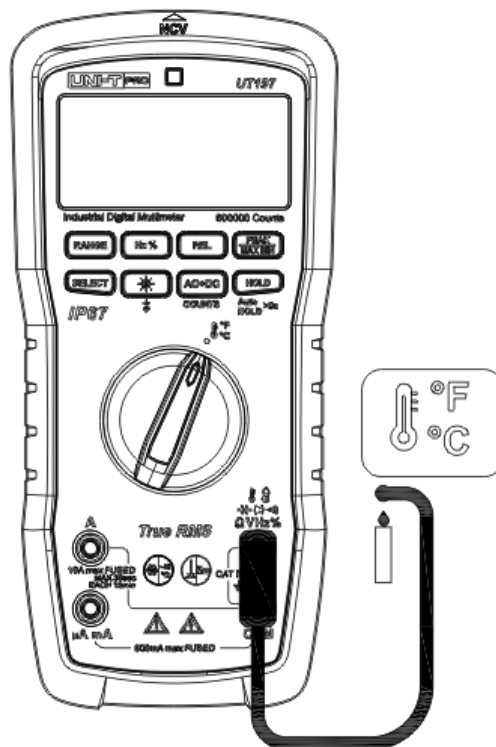

Abbildung 17
14. Temperaturmessung (Abbildung 17)